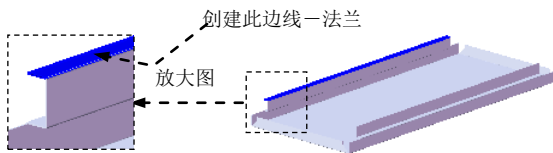

图 17.9.25 创建边线法兰—特征 9
Step10. 创建图 17.9.25 所示的边线—法兰 9。